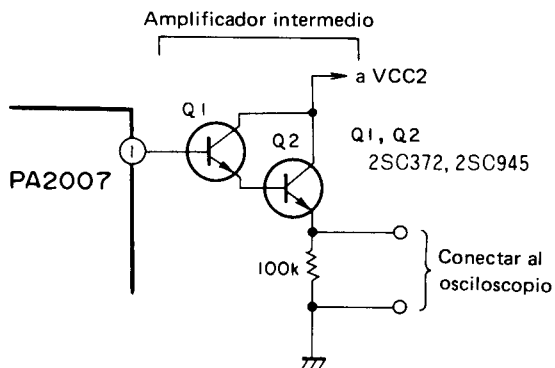

Fig. 14-6 Conectar al amplificador intermedio
2. Conectar un amplificador intermedio a la pastilla 1 del IG PA2007 y conectar la salida a un osciloscopio (Fig. 14-6).